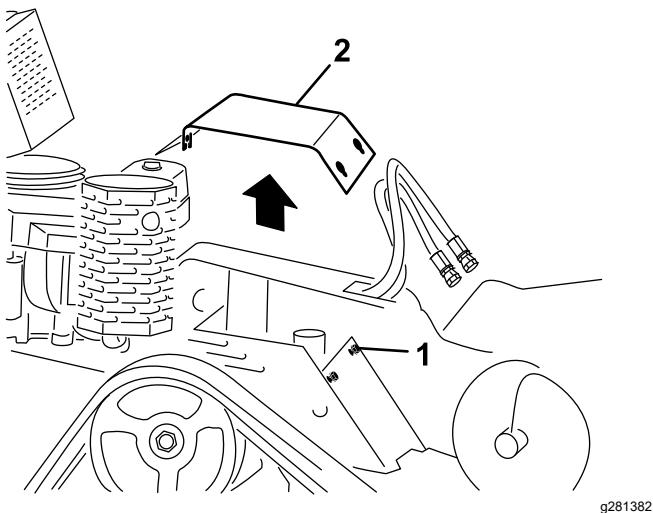

Figure 24
4. Desserrez l'un après l'autre les 3 boulons qui fixent le capot de protection au cadre jusqu'à ce que le capot se détache (Figure 24).